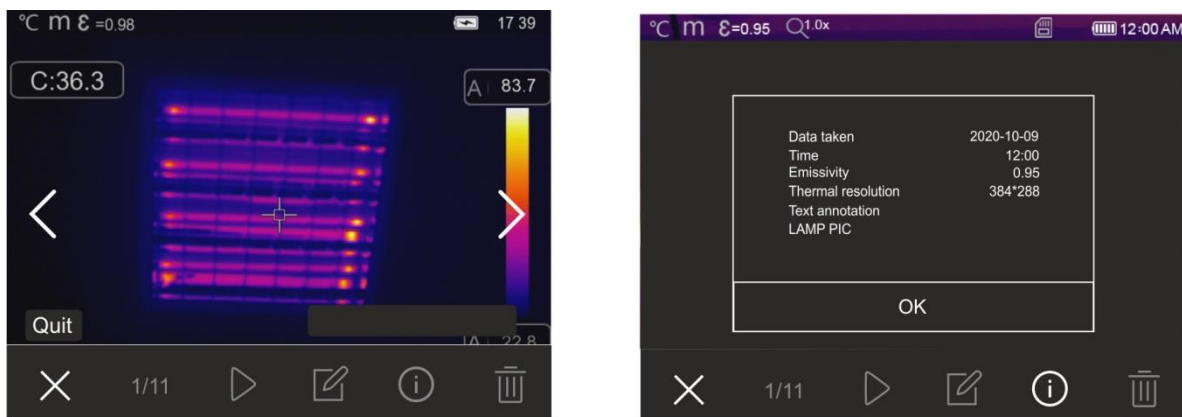

Fig. 47: Rellamada en el visualizador imágenes guardadas
1. Pulse la tecla  para entrar en la galería de las imágenes y vídeo guardados en la memoria del instrumento o en la tarjeta MicroSD. La pantalla de Fig. 47 – parte izquierda siguiente se muestra en el visualizador
3. Toque el icono “i” para abrir la sección con la información en la imagen guardada. La pantalla de Fig. 47 – parte derecha se muestra en el visualizador